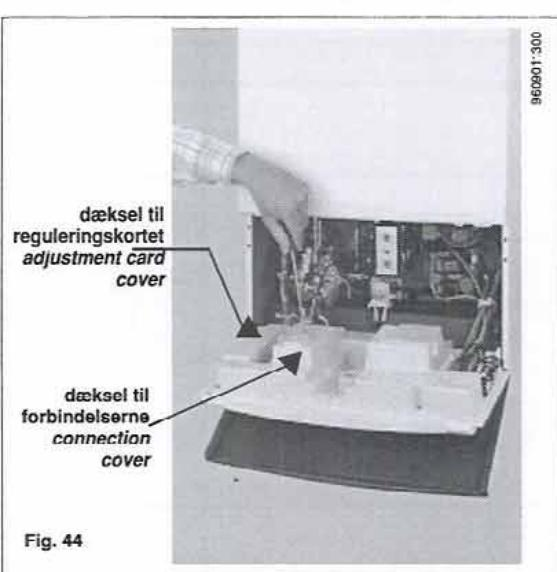
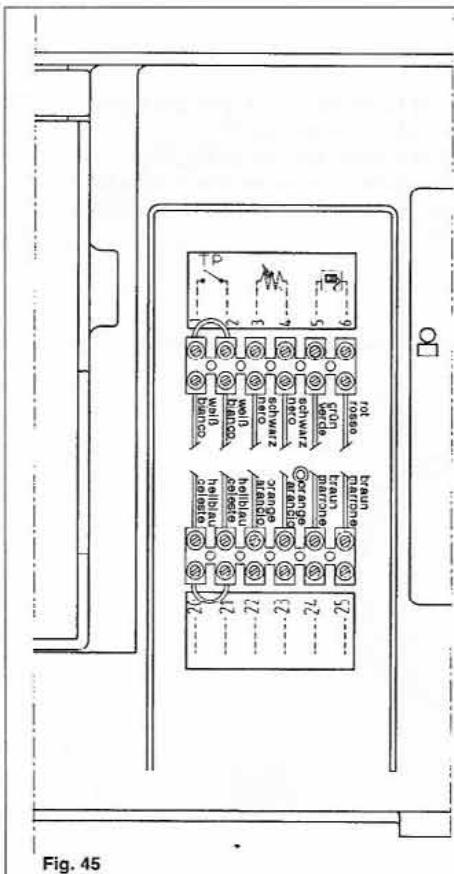

Fig. 44
Fig. 45
LUNA 1.28 Fi er forberedt for tilslutning af ekstern beholder til produktion af varmt brugsvand. Ved anvendelse af en **BAXI** beholder tilsluttes den i henhold til den vedlagte vejledning. Den elektriske tilslutning foretages på klemrækken (fig. 45, pkt 8.5), der er beregnet for tilslutning af ekstern beholder. Klemrækken for ekstern beholder er placeret bagved dækslet til venstre for kedlens klemrække og er forberedt for montering af sommer/vinteromskifter ("20"- "21"), termostat ("22"- "23") og NTC-sensor ("24"- "25").
LUNA 1.28 Fi is equipped for the connection of an external tank for the production of domestic hot water. If you use an **BAXI** tank, connect it according to the instructions provided. The power supply is connected to the terminal block (fig. 45, section 8.5) designed for the connection of an external tank. The external tank terminal block is placed behind the top cover to the left of the boiler terminal block and is prepared for the connection of a selector switch for summer or winter operation ("20"- "21"), a thermostat ("22"- "23") and an NTC sensor ("24"- "25").
- Få adgang til klemkassen ved at åbne dækslet over forbindelseerne (Fig. 44). Der sidder to klemkasser (fig. 45): én til tilslutningen af udeføleren, fjernbetjening og termostaten til gulvvarmeanlæg og én til tilslutningen af kedlen (se instruktionerne, der følger med kedlen).
- Forbind de to tråde i enden af den eksterne føler til klemmerne 3 og 4 i klemkassen (Fig. 45).
- Access the terminal board by opening the connections cover (Fig. 44). Two terminal boards are located inside (fig. 45): one for connection of the ambient temperature sensor, the remote control and the thermostat for floor systems, and the other for connection to the water heater (refer to the instructions supplied with the water heater).
- Floor system thermostat:** remove the jumper from terminals (1) and (2) and connect the thermostat wires.
- Connect the two wires from the ambient temperature sensor to terminals 3 and 4 of the terminal board (Fig. 45).